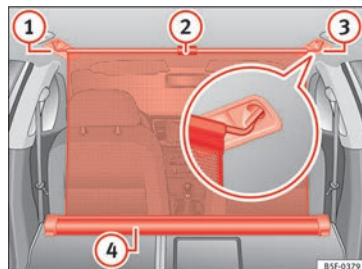

Abb. 170 Im Gepäckraum: eingehängte Netztrennwand bei vorgeklappter Rücksitzlehne.
- Ziehen Sie die Lasche »» **Abb. 170 ②** nach oben, um das Netz aus dem Einsatz »» **Abb. 170 ④** zu nehmen.
- Hängen Sie die Netztrennwand an der rechten Seite »» **Abb. 170 ③** (vergrößerte Darstellung) ein.
- Haken Sie das Trennwandnetz in die Aufnahme auf der linken Seite ein »» **Abb. 170 ①**, indem Sie an der Stange ziehen.
Das Trennwandnetz ist richtig eingebaut, wenn äußeren Enden in T-Form fest in den entsprechenden Aufnahmen »» **Abb. 170 ③** und **①** aufgenommen sind.
- Rollen Sie die Netztrennwand in den Einsatz »» **Abb. 170 ④** ein, indem Sie sie mit der Hand nach unten ziehen.